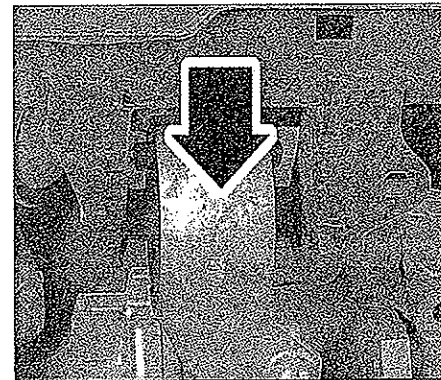

FIG. 4
- el soporte motor delantero (fig. 4).